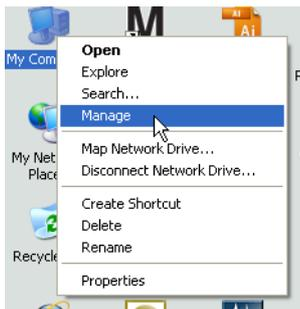

ABB. 34
- a. Klicken Sie mit der rechten Maustaste das Arbeitsplatzsymbol auf dem Desktop an; klicken Sie dann auf „Verwalten“ (ABB. 34).